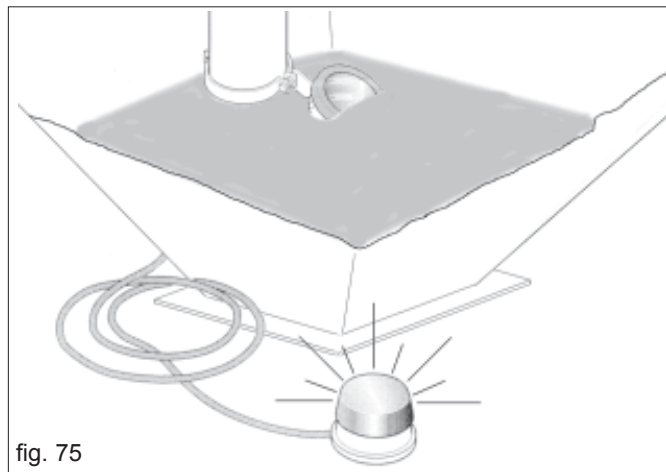

fig. 75
Der Samenstand im Trichter kann vom Fahrerplatz aus leicht mittels des Anzeigers (Abb. 75) durch den Fahrer kontrolliert werden.
- 1) Die Feder (C) in die auf Abb. 75 gezeigte Position bringen.